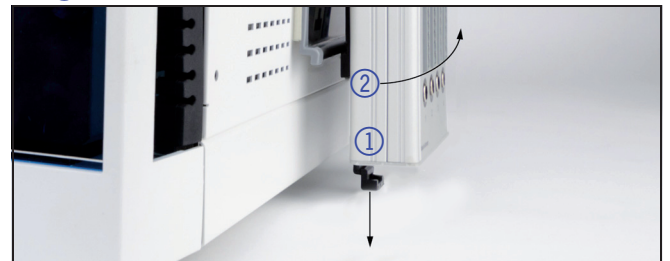

Abb. 5 Abnehmen der Interface Box
1. Den Griff der Halterung nach unten ziehen ① (Abb.5).
2. Die Interface Box schräg nach oben abnehmen ②.